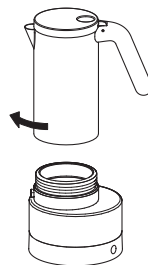

Fig. 6
- Enrosque o recipiente superior no reservatório de água, rodando-o no sentido dos ponteiros do relógio, até fechar completamente. (fig. 6)